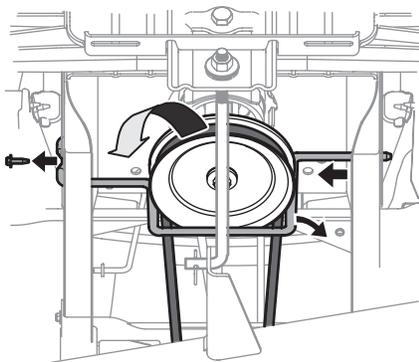

Figure 4-1
5. Enlevez la vis à tête hex. qui maintient la tige du guide de la poulie motrice sur le châssis. Voir la Figure 4-1.